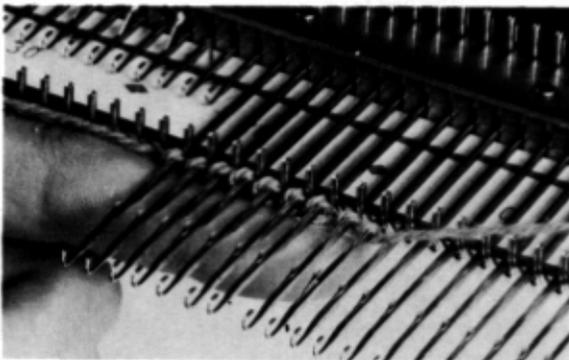

Fig. 57
- Pousser, au fur-et-à-mesure, les boucles ainsi formées avec l'index de la main gauche contre les becs de la fonture (fig. 57),